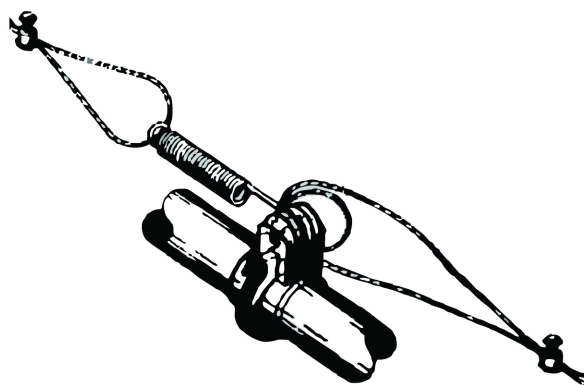

Figura 38. Conexión de cable antiperchero de mitad de línea
4. Enganche un resorte en la ranura central en el segundo soporte antiperchero y corte el cable en este punto. **Ver la Figura 38.**
5. Enhebrar los extremos del cable por el extremo del resorte. Tensar el cable para que quede un estiramiento de 20 a 25 mm (*3/4 a 1 pulgada*) en el resorte. Fije con abrazadera el cable para formar un lazo y corte el sobrante. **Ver la Figura 38.**
6. Fijar el cable al aislador. Para obtener mejores resultados, hacer un lazo doble alrededor del aislador antiperchero en la ranura central del aislador y sujetarlo con una abrazadera de cable de 1/16 pulgada, como se muestra en la **Figura 38.**